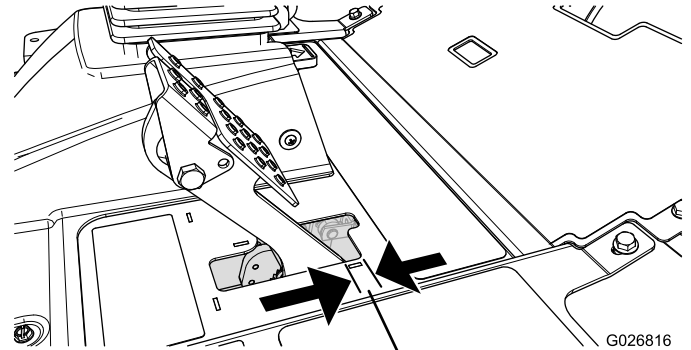

Figura 66
Ajuste os travões se o pedal do travão apresentar uma folga superior a 2,5 cm (Figura 66) ou quando os travões não funcionarem de forma eficaz. Folga é a distância percorrida pelo pedal antes de se verificar qualquer resistência ao movimento.
2. Aperte a porca traseira para deslocar o cabo para trás até que os pedais dos travões apresentem uma folga de 6 a 13 mm (Figura 66) antes de alcançar o bloqueio.